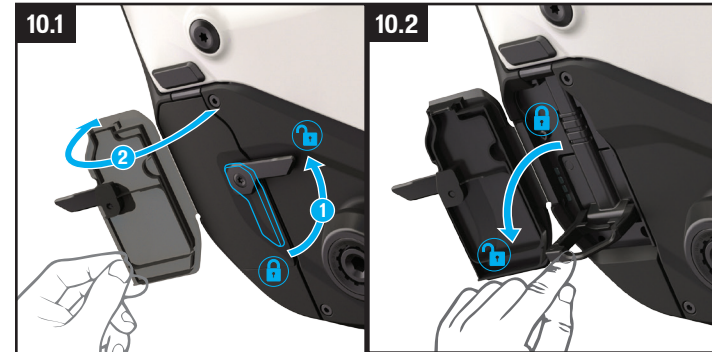

Fig. 10.1
- Vuelve a insertar el enchufe del mazo de cables principal en el orificio y gira la palanca a la posición cerrada; a continuación, cierra la tapa del orificio de carga para sellarlo contra el agua y los residuos (Fig. 10.1).